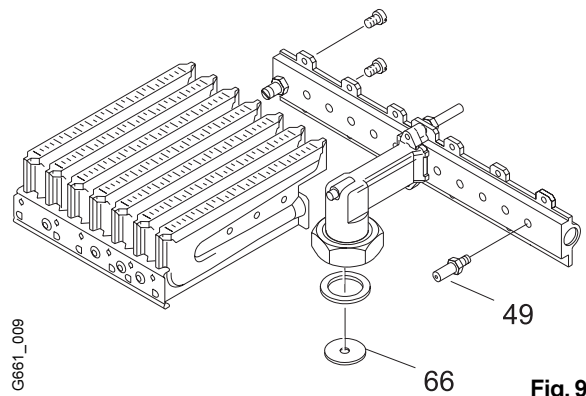

Fig. 9
2. Desmontar el quemador (Fig. 9). Desenroscar los grupos izquierdo y derecho del quemador y cambiar las boquillas inyectoras (Fig. 9, ítem 49).
4. Colocar la arandela de estrangulación (Fig. 9, ítem 66).